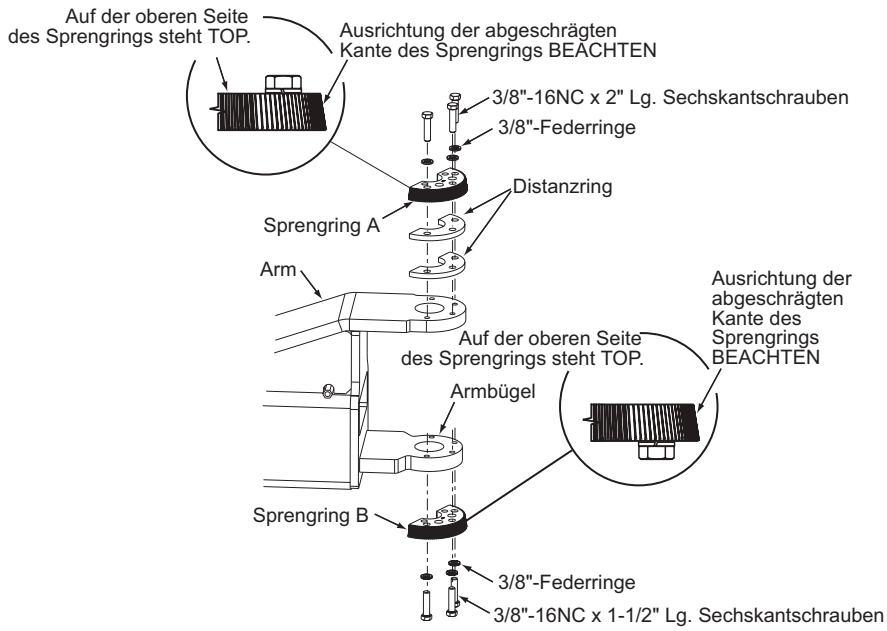
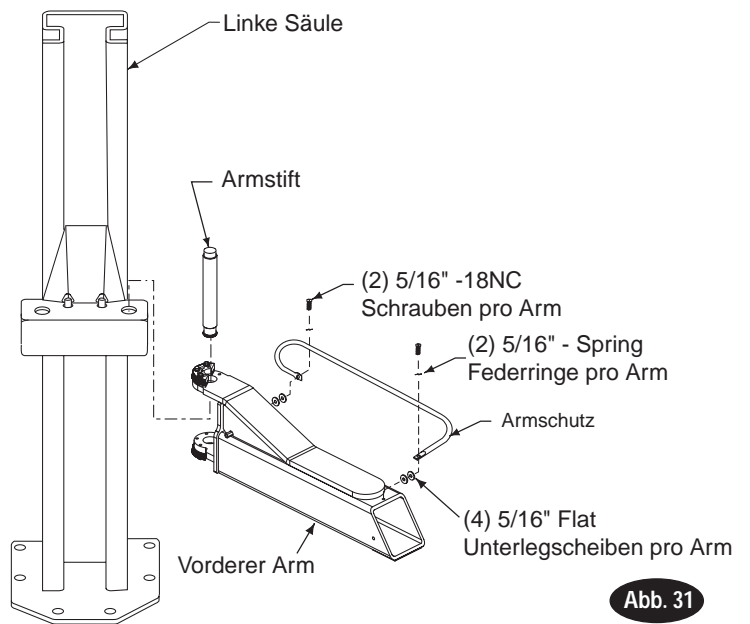

Abb. 29
Abb. 31
- Sprengring B mit (3) 3/8"-16NC x 1 1/2" Lg. und 3/8"-Federringen wie in Abbildung 29 gezeigt anbringen, jedoch nicht festziehen. Nach dem Anbringen der Sprengringe den Schlitten in eine geeignete Höhe bringen. Armstifte und Löcher mit Lithiumfett einschmieren. Sprengringarretierung anheben, indem der Stiftring hochgezogen wird, um ausreichend Abstand zum Schieben des Sprengrings und des Arms über den Bügel und unter die Zähne der Sprengringarretierung (oder des Sprengringanschlags) zu erhalten, Abb. 19. Armstift(e) mit 1 1/2" Durchmesser anbringen, Abb. 20. Der Armstift wird durch die Unterseite des Sprengrings B fixiert. Sicherstellen, dass die Unterseite des Sprengrings B in die Rille im Armstift gleitet. 7 mm des Federstifts aus dem Loch herausragen lassen. Arm-schutze wie in Abb. 31 gezeigt anbringen.